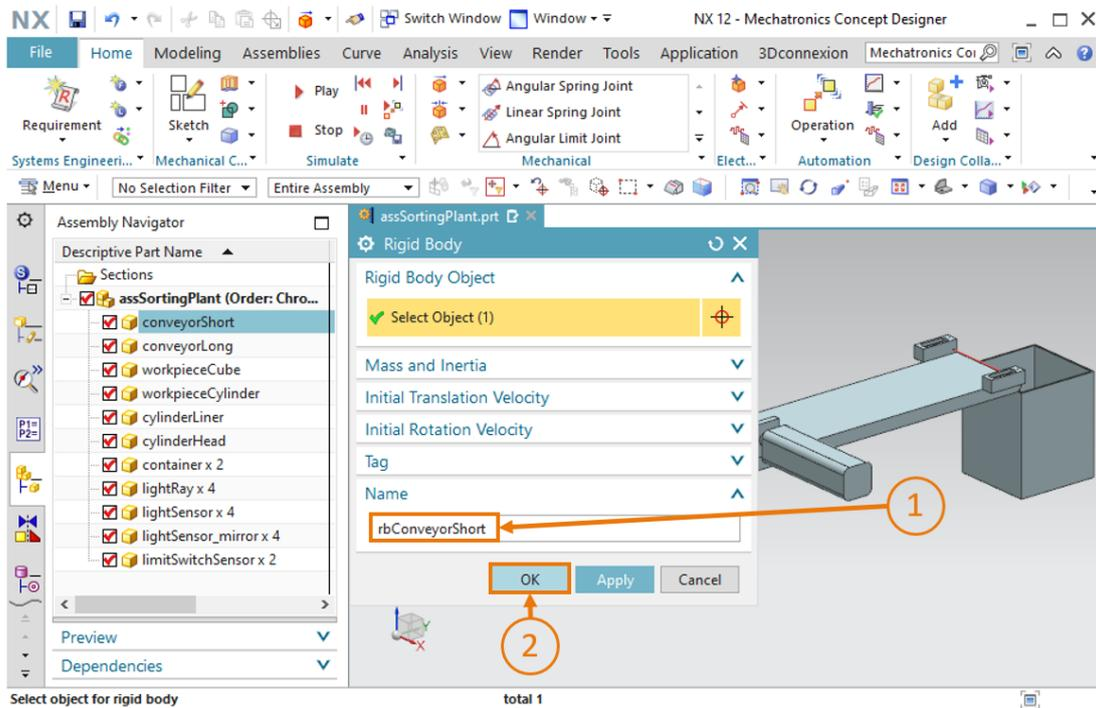

Figure 11 : Création d'un corps rigide dans MCD – Affectation de nom
- Entrez "**rbConveyorShort**" comme nom (voir Figure 11, étape 1) et confirmez vos réglages en appuyant sur le bouton "**OK**" (voir Figure 11, étape 2). L'abréviation "rb" en préfixe signifie "rigid body", la désignation anglaise pour corps rigide.